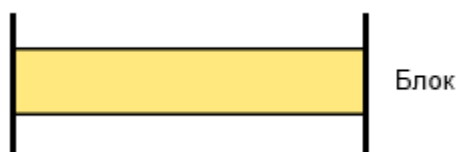

Рисунок 13.68 – Заявка на блок, отсутствуют заявки на составляющие
- 3) Подана заявка на блок, отсутствуют заявки на составляющие блока, сроки ремонта которых пересекаются со сроком ремонта блока (Рисунок 13.68), при этом: